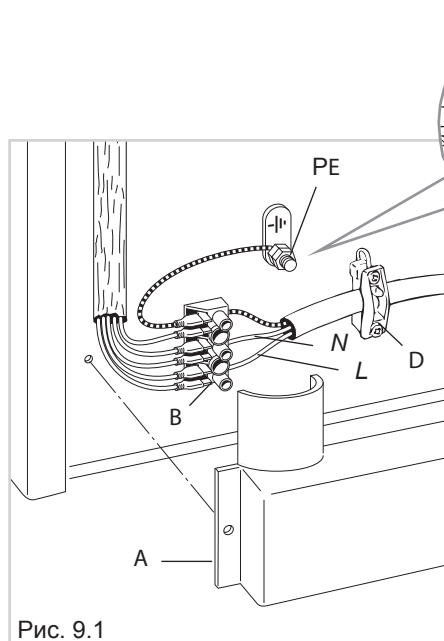

Рис. 9.1
- Открутите винты, прикрепляющие защитную пластину «А» на задней стороне платы (Рис. 9.1).
- Или подсоедините фазовый и нейтральный провода к клеммной панели «В», а провод заземления к панели «РЕ» как показано на рис.9.1.